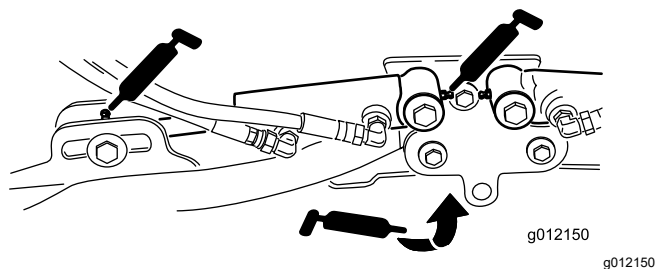

Figura 67
- Cilindros del brazo de elevación de la unidad de corte (2 en cada) (Figura 67)
- Pivotes del brazo de elevación (1 en cada) (Figura 67)